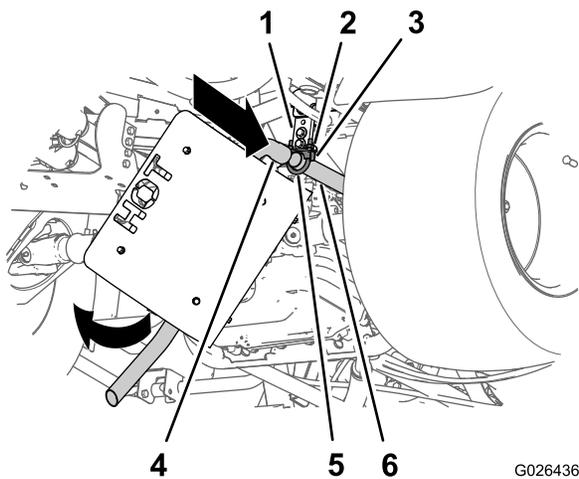
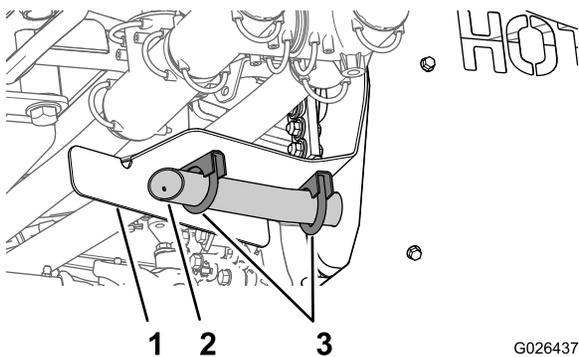

Figura 13
Figura 14
1. Alinee el tubo de entrada del silenciador con el extremo abierto del tubo de escape (Figura 13).
3. Gire el silenciador hacia arriba hasta que el tubo de salida del silenciador esté alineado con el soporte del tubo de cola (Figura 13 y Figura 14).
4. Sujete el tubo de cola al soporte del tubo de cola con 2 abrazaderas de silenciador (1-1/4 pulgada), según se muestra en Figura 14.
5. Apriete las tuercas de las abrazaderas del silenciador en el tubo de escape y el tubo de entrada del silenciador (Figura 14), el tubo de cola y el soporte del tubo de cola (Figura 13), y el soporte del silenciador y el tubo de sujeción del depósito (Figura 14) a 1978–2542 N-cm.